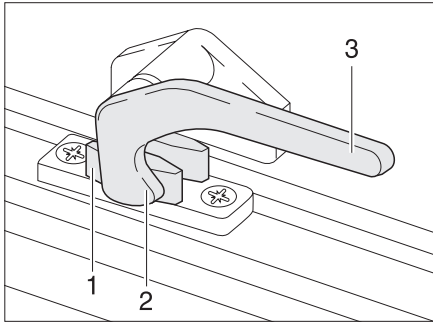
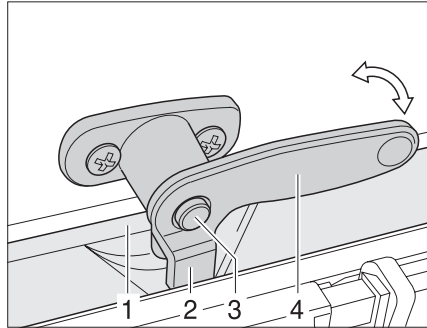

Bild 18 Låsarm i läget "stängd"
Bild 19 Låsarm med låsknappen i läge "Stängt"
- ▶ Tryck på låsknappen (Bild 19,3) om sådan finns och håll den nedtryckt.
- ▶ Sväng låsarmen (Bild 18,3) resp. Bild 19,4) ett kvarts varv mot fönstrets mitt.
- ▶ Sväng låsarmen (Bild 18,3) resp. Bild 19,4) ett kvarts varv mot fönsterkarmens mitt. Låsspaken (Bild 18,2 resp. Bild 19,2) är placerad på insidan av fönsterlåset (Bild 18,1 resp. Bild 19,1).
- I läget "helt stängt" (Bild 18)